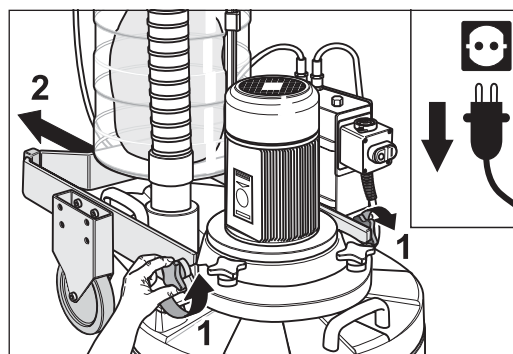

Abb. 94 Die beiden Kreuzgriffe am Maschinengehäuse lösen (1) und das Fahrgestell waagrecht nach hinten weggefahren (2).
- 7 Lösen Sie die beiden seitlichen Kreuzgriffe am Maschinengehäuse (Abb. 94, 1) und fahren Sie das Fahrgestell waagrecht nach hinten weg (Abb. 94, 2).